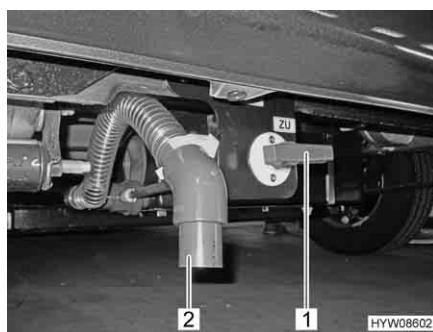

Fig. 63 Leva di comando e tubo di scarico del serbatoio delle acque grigie
La leva di comando (Fig. 63,1) per lo scarico delle acque grigie è montata accanto al tubo di gomma per lo scarico (Fig. 63,2) sulla parte posteriore del veicolo.
- Staccare il tubo di gomma per lo scarico (Fig. 63,2) dal supporto.
- Aprire il rubinetto di scarico. A questo scopo ruotare la leva di comando (Fig. 63,1) del rubinetto di scarico in senso orario di un quarto di giro. Le acque grigie vengono scaricate.
- Dopo la completa fuoriuscita delle acque grigie, richiudere il rubinetto di scarico. A questo scopo ruotare la leva di comando (Fig. 63,1) del rubinetto di scarico in senso antiorario di un quarto di giro.